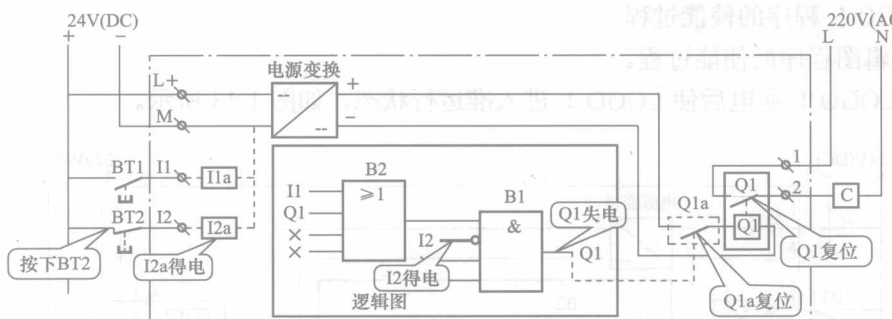

图 1-16 停止自保持
4) 按下 BT2 就相当于对 LOGO! 内部的“I2a 等效线圈”通电了, 并使其程序功能块 B1 的 I2 端置位取反, I2 的取反又将 B1 复位停止驱动 Q1, 最后停止自保持, 如图 1-16 所示。